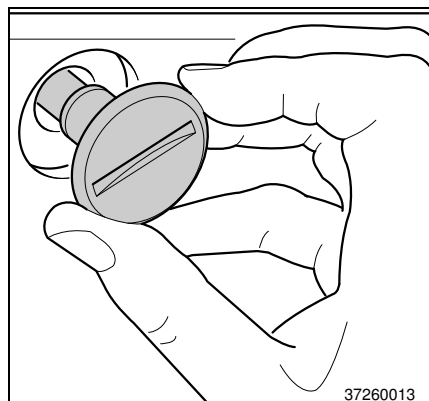

Рис. 26
- Если установлена торцевая панель, простой отверткой удалите запорный винт (Рис. 26) из нижнего резьбового соединения панели.